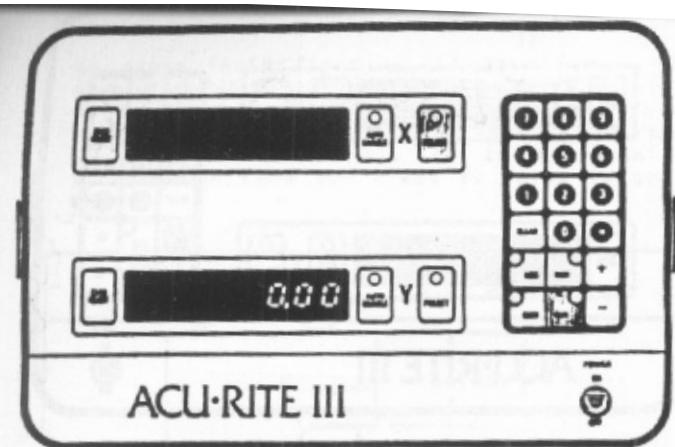

Figure 3.20 Position du compteur : effaçage de la présélection en mode absolu
- e) Le mode absolu peut être utilisé exactement comme le mode incrémental (voir Figures 3.20 et 3.21). Néanmoins en règle générale le mode absolu devrait être utilisé comme dans l'étape B ou pour usiner en combinaison avec le mode incrémental.